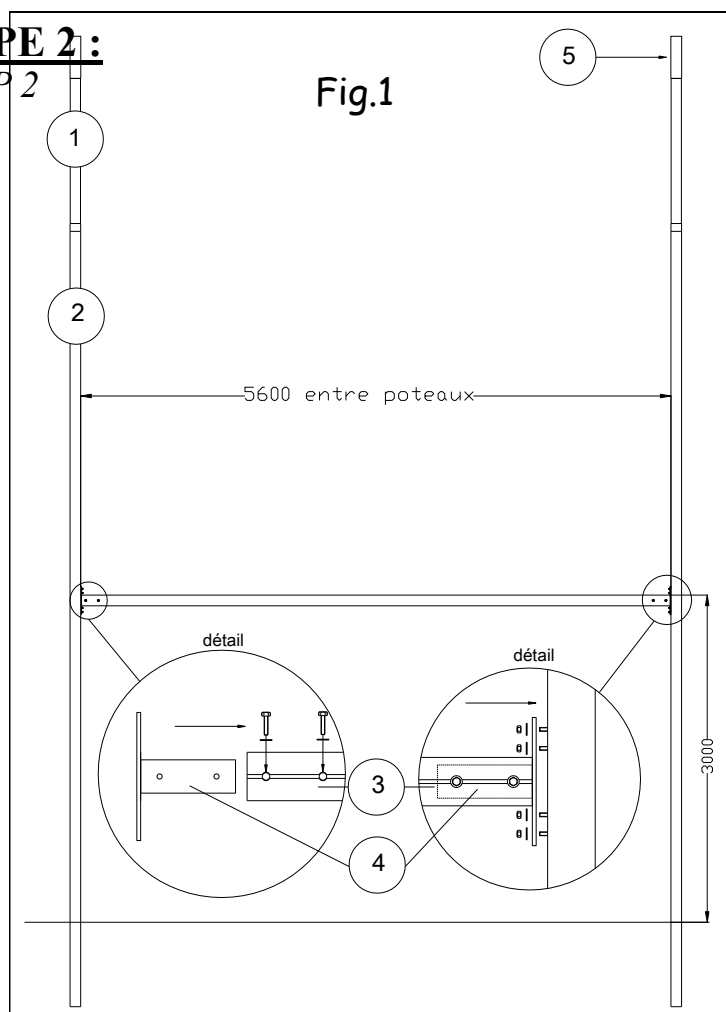

Fig.2
- Au sol, Emboîter de 100 mm les rallonges alu (5) sur les parties hautes, contre-percer 1 avant trou Ø4 puis fixer à l'aide de vis H6.3*38 (fig 2).
- Emboîter les parties hautes (1) dans les montants (2).
- On the floor, fit the aluminium extensions (5) 100 mm into the upper parts, counter-drill 1 Ø4 hole beforehand and then fix with H6.3*38 screws (fig 2).
- Fit the top sections (1) into the uprights (2).